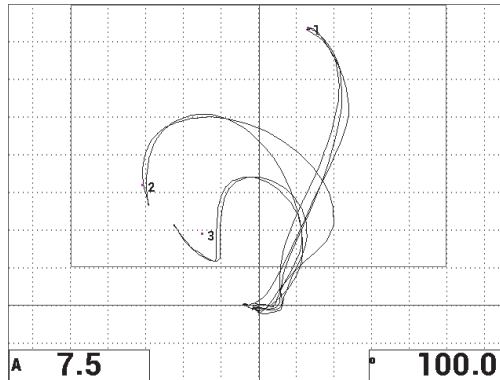

Figure 6-52 Deuxième balayage au-dessus des décollements
14. Appuyez sur la touche FULL NEXT (➡) pour afficher le plein écran, et puis balayez lentement au-dessus des décollements et assurez-vous que les points correspondent toujours au signal (voir la Figure 6-52 à la page 173).